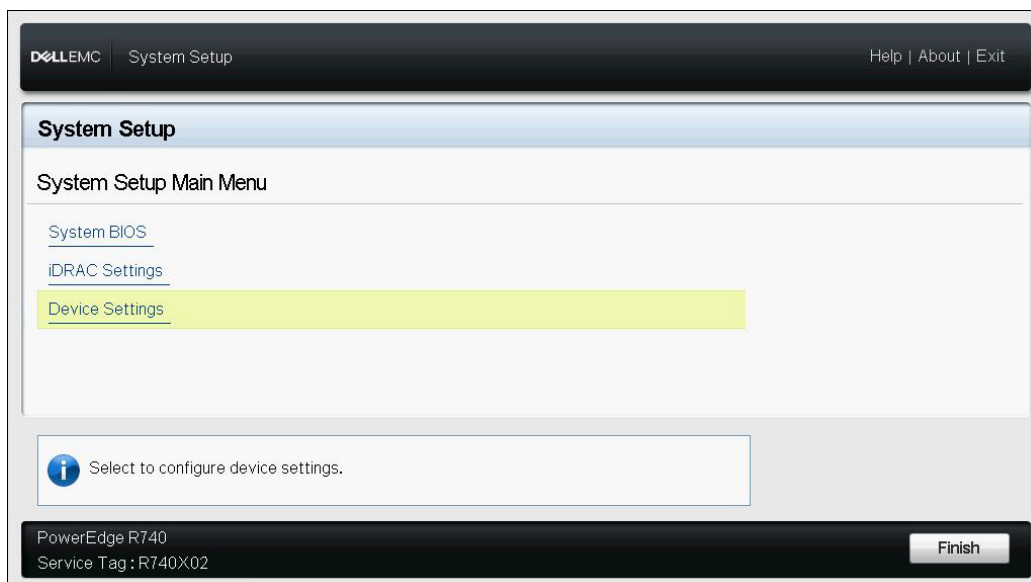

Figure 10-1. Configuration du système : Sélection des paramètres de périphérique
2. Appuyez sur la touche d'accès rapide OEM pour accéder à la configuration du système (Figure 10-1). On l'appelle aussi HII UEFI.